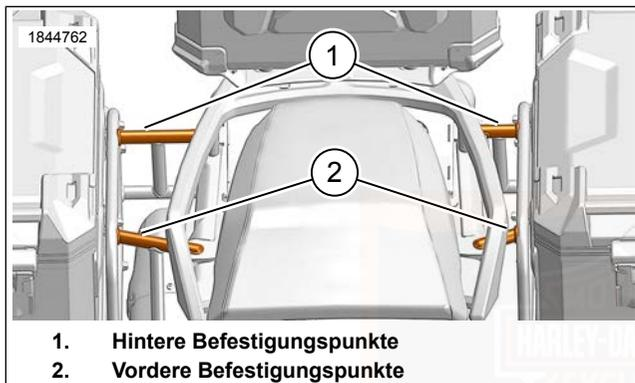
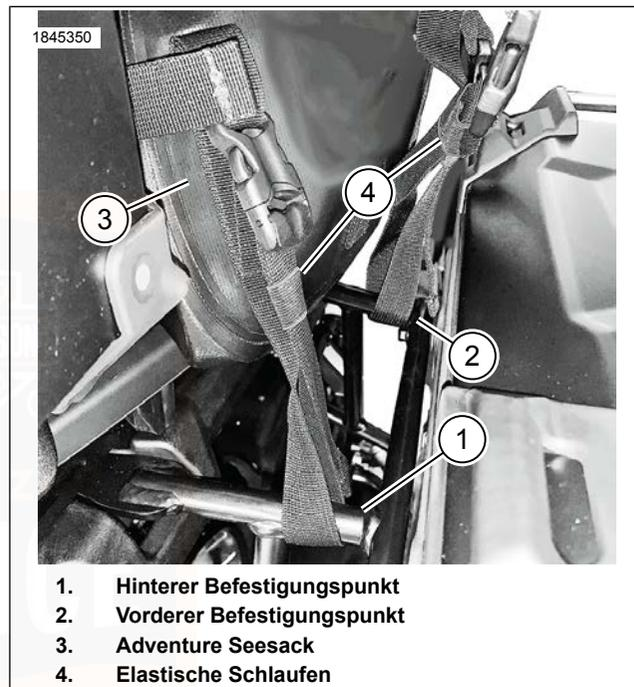

Abbildung 54. Adventure Seesack Befestigungspunkte
Abbildung 55. Positionen der Befestigungsurte (rechte Seite abgebildet)
1. Siehe Abbildung 54 und Abbildung 55 . Den Adventure Seesack (3) so auf dem Soziussitz befestigen, dass das Logo und der Reflektorstreifen nach hinten zeigen.
2. Die beiden hinteren Befestigungsgurte um die hinteren Befestigungspunkte (1) schlingen.
3. Die beiden vorderen Befestigungsgurte um die vorderen Befestigungspunkte (2) schlingen.
5. Überschüssige Gurtlänge mit elastischen Schlaufen (4) sichern.